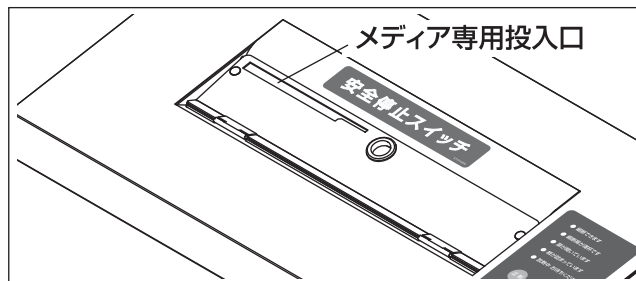

図4 メディア専用投入口
②メディア細断用カバー(メディア専用投入口)
…CD/DVD,FD,MOを細断するときは、必ずこのカバーを安全停止スイッチ⑥側に倒して投入口③をふさいでください。細断するメディアをここから投入します。図4 参照